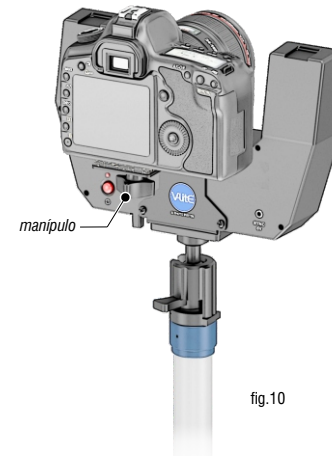

fig.10
- 3 - Aperte o *manipulo* até firmar. (fig.10)